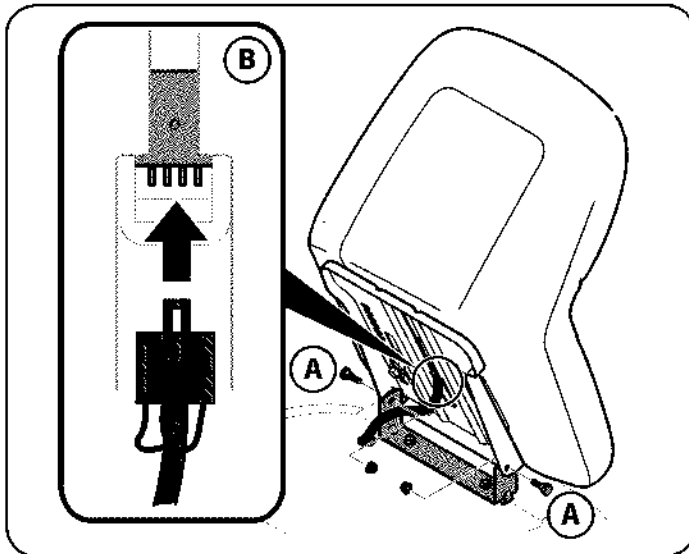

Figura 4
3. Conecte el mazo de cables en el interruptor de seguridad del asiento en la parte inferior del asiento, como se muestra en B de la Figura 4.